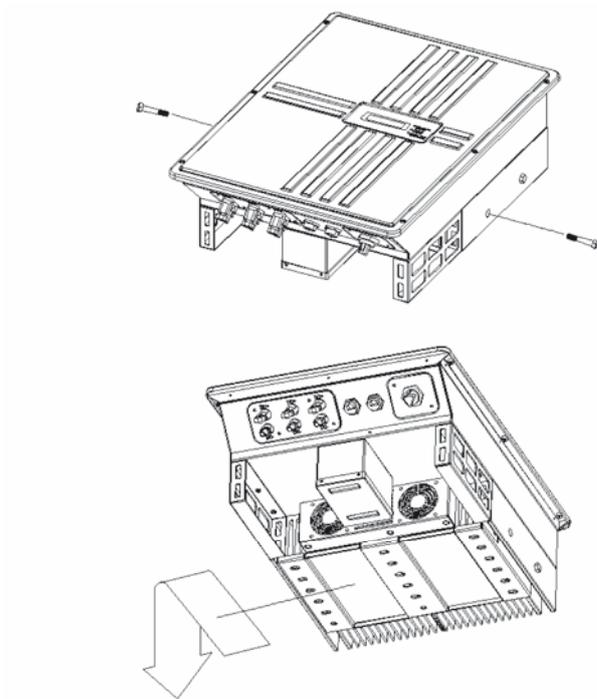

Fig 3.2.1 Retirer les vis latérales et étrier
1. En premier, desserrer les deux (2) vis latérales et enlever l'étrier de l'onduleur comme indiqué ci-après dans la figure 3.2.1.